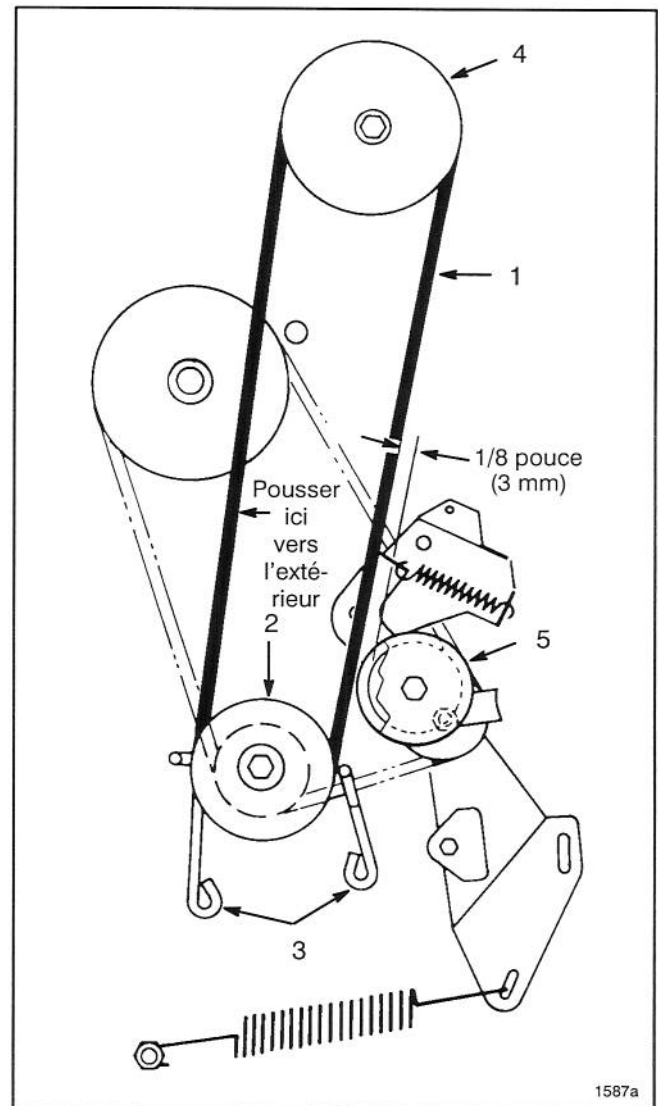

Figure 17
7. Desserrer les boulons de fixation des 2 guides de courroie de la poulie moteur, et écarter les guides de la poulie. Retirer de la poulie moteur la courroie d'entraînement de la lame (Fig. 17).
**12.** Pousser la courroie vers l'extérieur (pour la tendre) comme illustré à la figure 17, et vérifier l'écart entre l'extérieur de la courroie et la gorge de la poulie de renvoi (Fig. 17). L'écart doit être d'environ 3 mm.